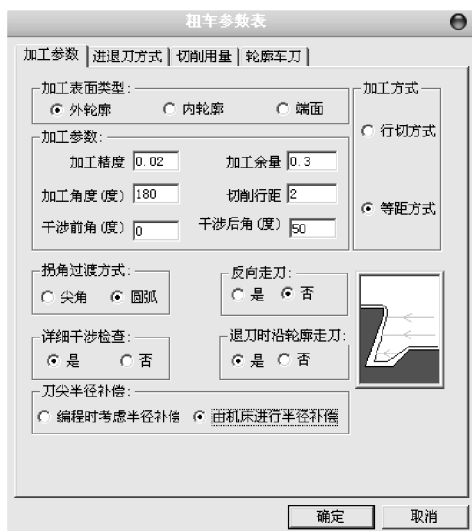
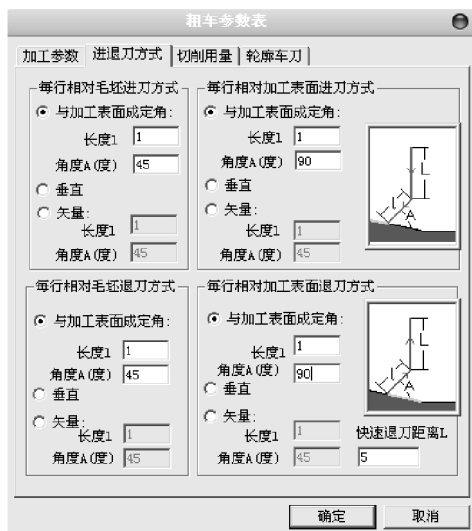

图 8-140 外轮廓粗车加工参数设置
图 8-141 外轮廓粗车进退刀方式参数设置
1) 在菜单栏中选择【数控车】→【轮廓粗车】命令，或者单击【数控车】工具栏中的按钮，系统弹出【粗车参数表】对话框，单击【加工参数】选项卡，设置的参数如图 8-140 所示；单击【进退刀方式】选项卡，设置的参数如图 8-141 所示；单击【切削用量】选项卡，设置的参数如图 8-142 所示；单击【轮廓车刀】选项卡，设置的参数如图 8-143 所示，设置完成后单击【确定】按钮。